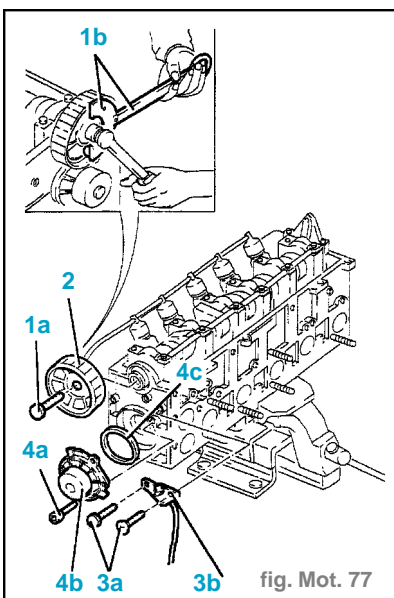

fig. Mot. 77
- Dévisser la vis (1a) de la poulie dentée en utilisant les outils (1b) 1.822.146.000 et 1.822.156.000. (fig. Mot.77)